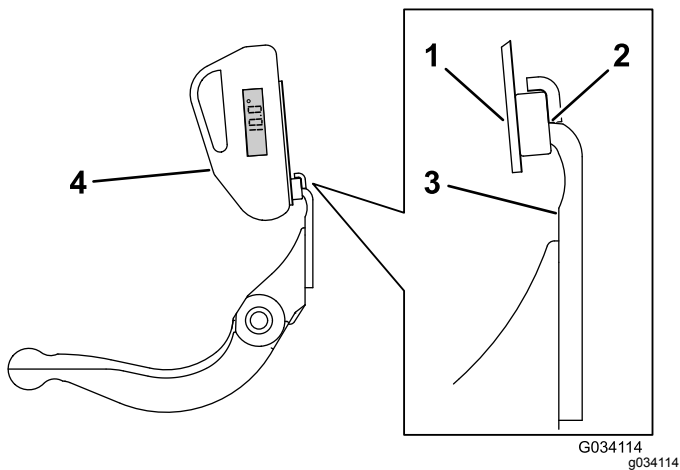

图29
- 3. 将角度指示器底座放在底刀边缘上以使磁体边缘与底刀边缘紧密配合 图29。
4. 如 图29 所示将角度指示器放置到底座上。